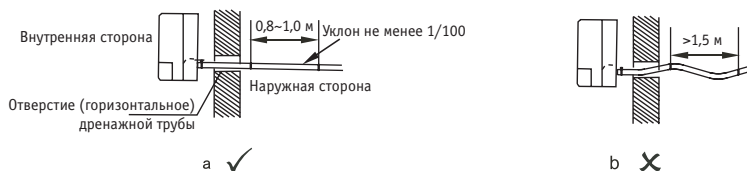

Рис. 9
4. Для предотвращения протекания воды внутрь кондиционера, когда он не работает, дренажная труба должна быть наклонена в сторону улицы (сторону дренажа), и угол наклона должен составлять не менее $1/100$. Труба не должна иметь выступов, в которых могла бы скапливаться вода (см. рисунок 9а).